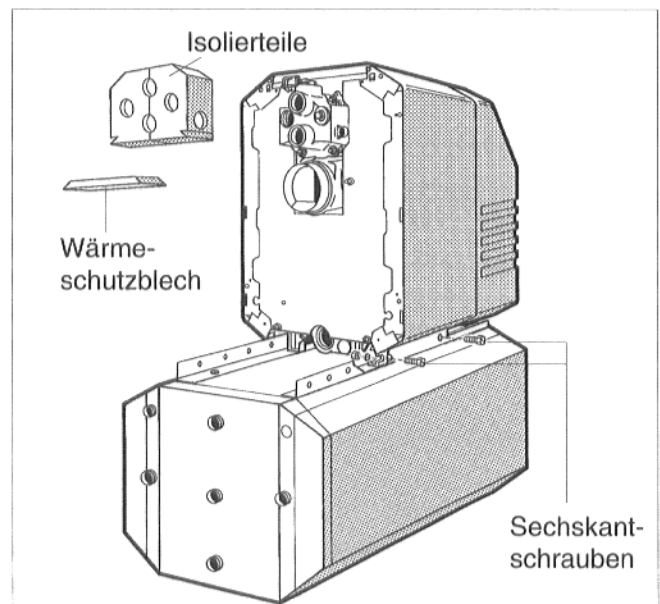

Abb. 4: Prinzipabbildung zeigt LT 300
- Sechskantschraube M 8 x 25 durch die seitlichen Bohrungen der Winkelprofilschiene und dem Langloch in den Kesselgliedfüßen stecken. Auf der Innenseite je eine Unterlegscheibe auf die Maschinschrauben schieben und je eine Mutter aufschrauben (Abb. 4).
- Isolierteile vom Anschlußformstück abnehmen (siehe Abb. 4 oder Montageanweisung Heizkessel).